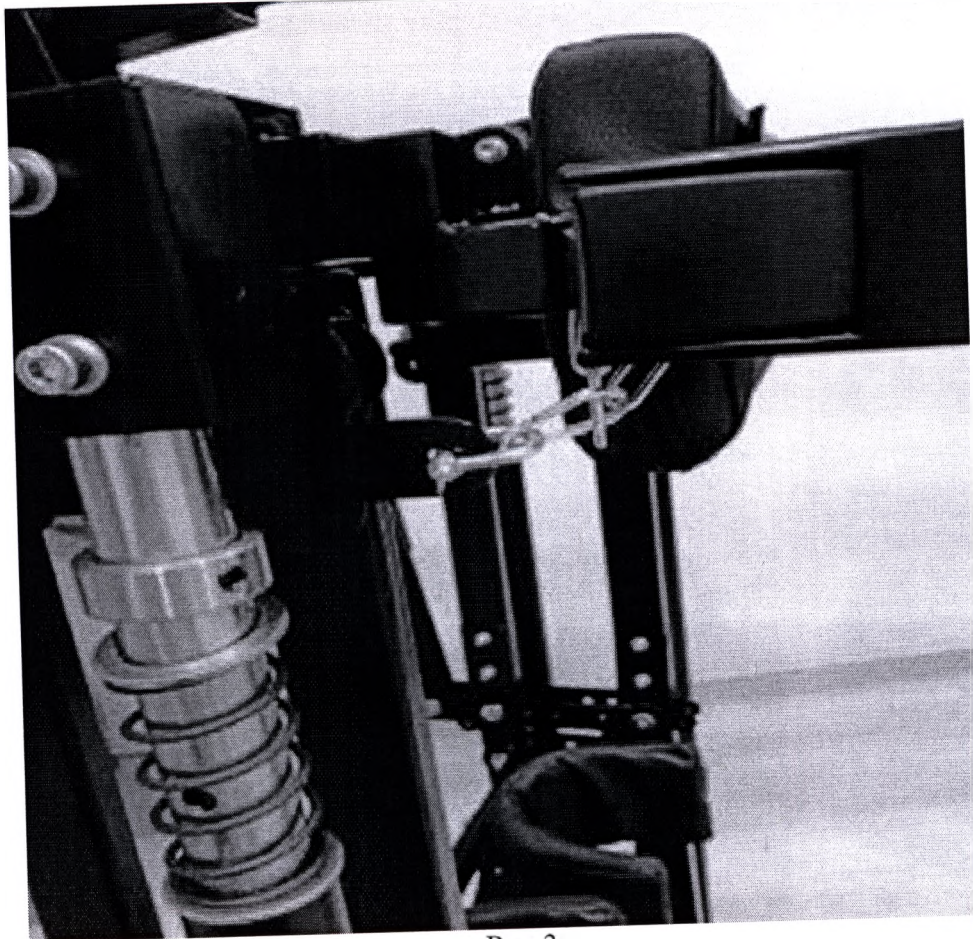

Рис.3
4.1.4 Опора таза снабжена, страхующим устройством рис.3